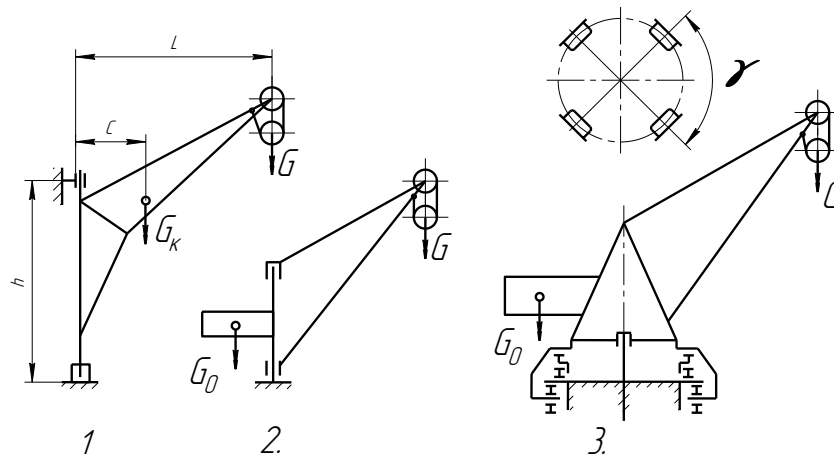

Рисунок 3.4.1 – Схемы опорно-поворотных частей кранов.
3.4.1 Укажите схему крана на неподвижной колонне (рисунок 3.4.1):
3.4.2 Укажите схему крана с вращающейся колонной (рисунок 3.4.1):
3.4.3 Укажите схему крана на поворотном круге (рисунок 3.4.1):